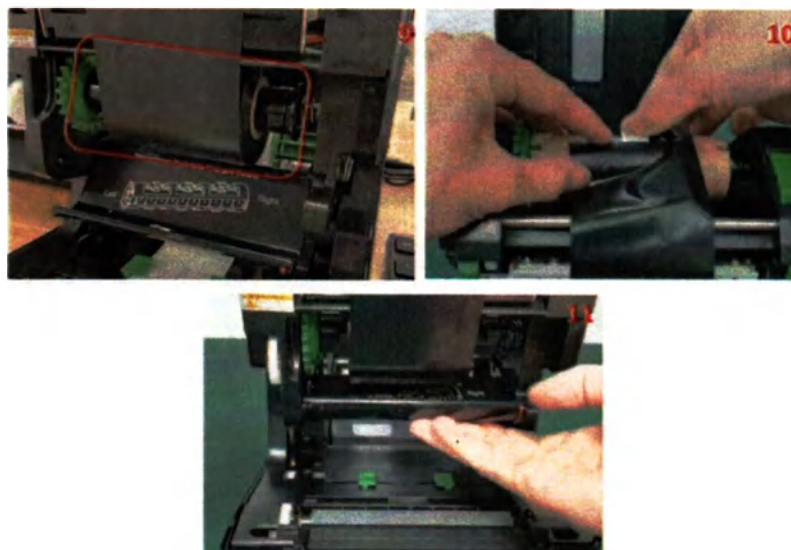

Рисунок 53. Установка принтера (продолжение).
4. Установите ленту в нужное положение. Вытяните конец ленты и приклейте его к ленте для перемотки (Рисунок 53 п. 9) и поверните перемотку, чтобы затянуть ленту (Рисунок 53 п. 10). Защелкните затвор (Рисунок 53 п. 11).